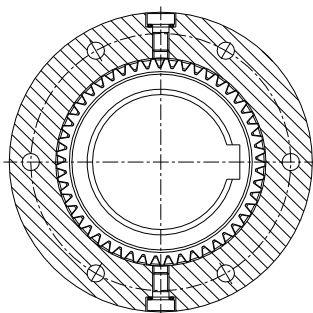

Figura 44: Posição vertical dos parafusos
- Gire o acoplamento até que os furos de lubrificação estejam na posição vertical (ver figura 44).